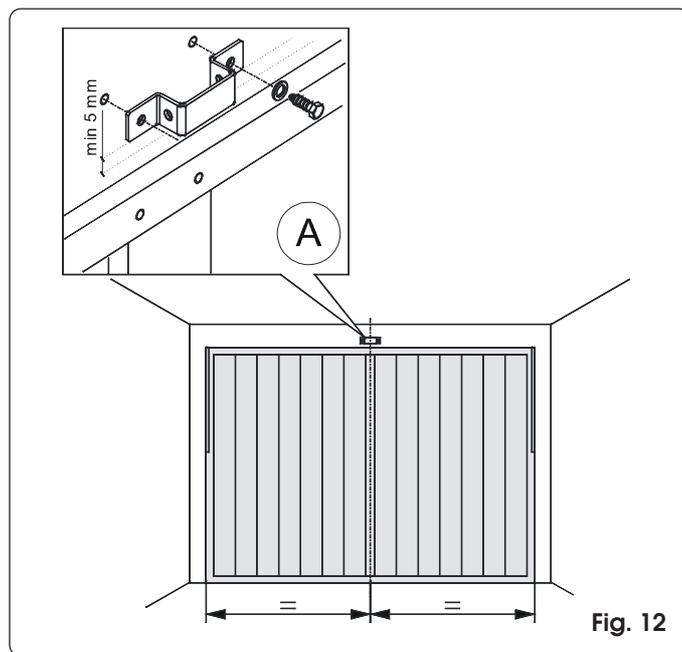

Fig. 12
- 1) Tracciare sull'architrave una linea corrispondente alla mezzzeria verticale della porta (fig. 12).
- 3) Posizionare la staffa di fissaggio dell'attacco anteriore con il bordo inferiore almeno 5 mm al di sopra del punto di intersezione delle linee e centrato con la linea verticale (fig. 12). Fare riferimento anche al paragrafo 7.2. per il corretto posizionamento della staffa rispetto al punto di attacco sulla porta.